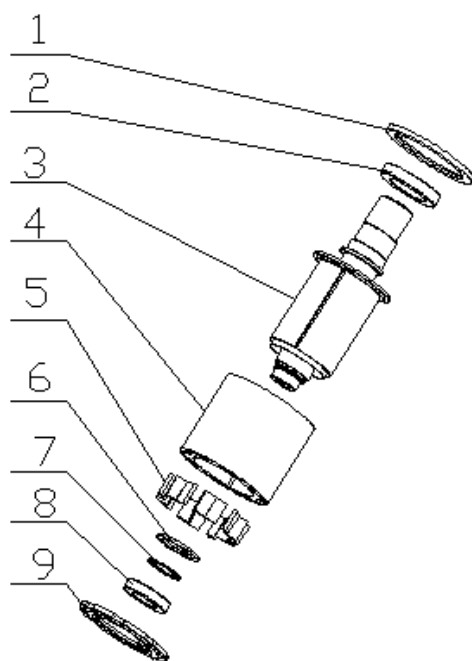

图34
从轴上拆轴承时，应使轴承内圈均匀受力；从轴承室拆轴承时，应使外圈受力均匀。热套的轴承因过盈量大，不允许改用冷拆办法。因为这样做不但拆卸困难，同时也会损伤轴承配合精度，增大轴承噪声，所以必须采用热拆法。轴承见图 34 中 (2)、(8)。